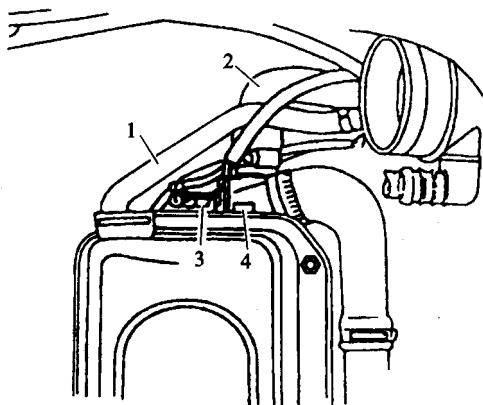

图 1-5 拔下气缸盖通向暖风热交换器的冷却液管
16) 拔下气缸盖通向暖风热交换器的冷却液管, 如图 1-5 所示。